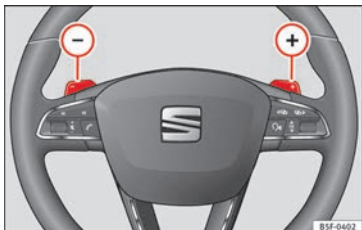

Bild 204 Ratt med två vippbrytare för Tiptronic
- Vid **D** eller **S** flyttar du rattens vippbrytare » **bild 204**.
- Dra den högra brytaren **(+)** » **bild 204** mot ratten för att växla upp ett steg.
- Dra den vänstra brytaren **(- OFF)** » **bild 204** mot ratten för att växla ner ett steg.
- **ELLER:** växla ner med hjälp av vippbrytarna på ratten » **bild 204** » **sidan 191**.